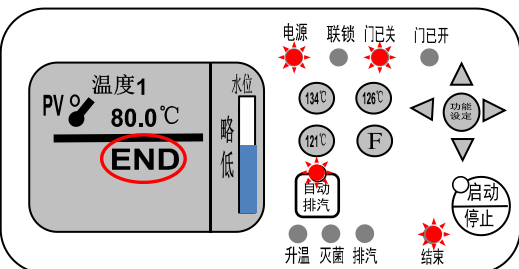

图 19
2. 排汽至灭菌室内温度低于 90℃后，联锁解锁，显示屏出现“END”，所有运行程序结束（图 19）。